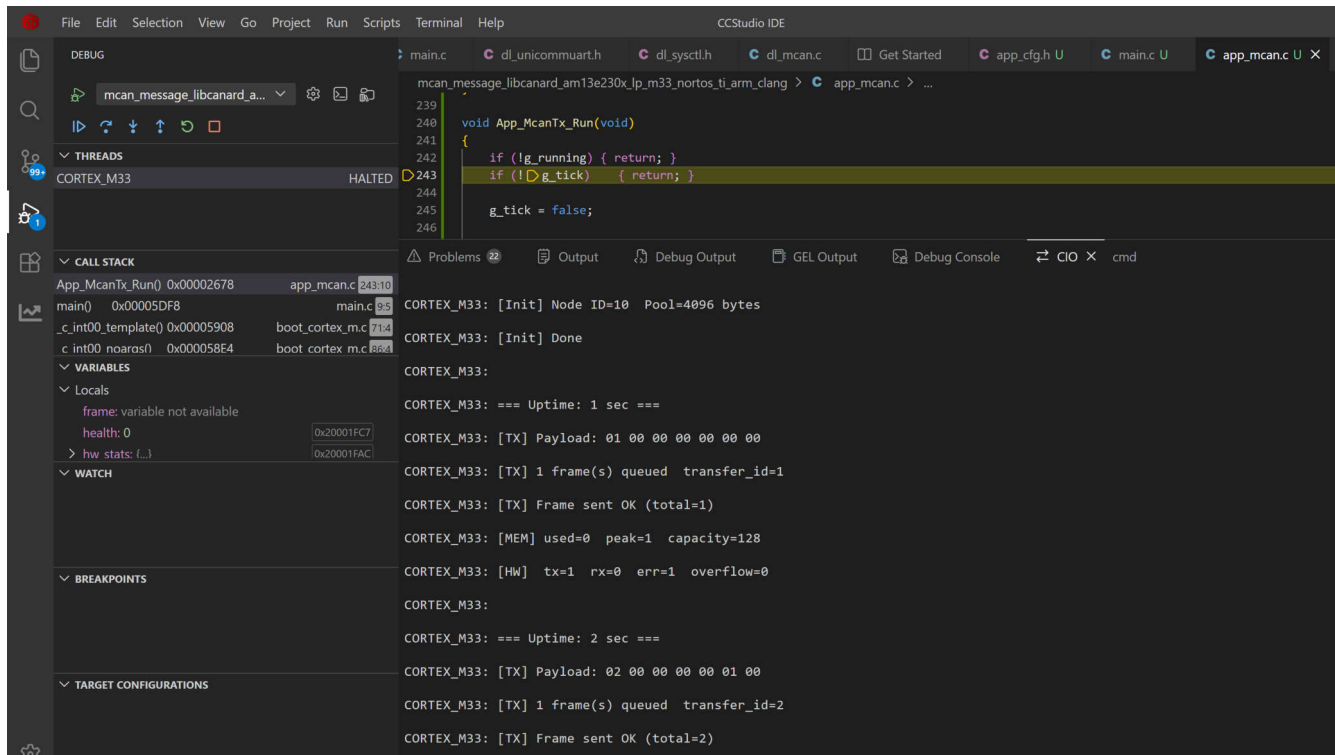

図 5-2. TX コンソールのログ出力
- v. この例の予想される出力を、図 5-2 に示します。